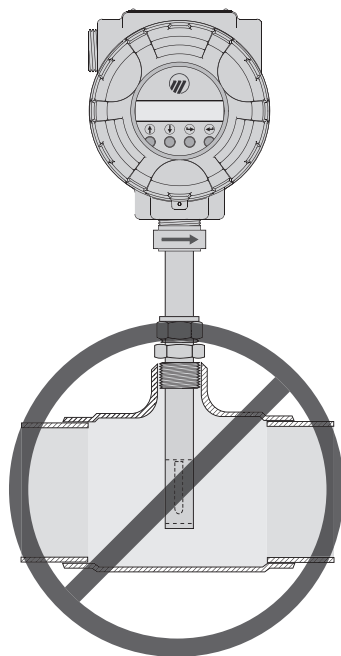

Figura 5
NOTA: A medição de fluxo TA2 se baseia somente em um perfil de fluxo turbulento plenamente desenvolvido em um tubo com o diâmetro interno especificado. A precisão será afetada se estas condições não forem obtidas. Instalar a sonda em um “T” não é recomendado já que o perfil de fluxo e a área de fluxo serão distorcidos (Veja a figura 5).
2. Desparafuse e remova cobertura da carcaça do compartimento de fiação. Consulte a Figura 5.